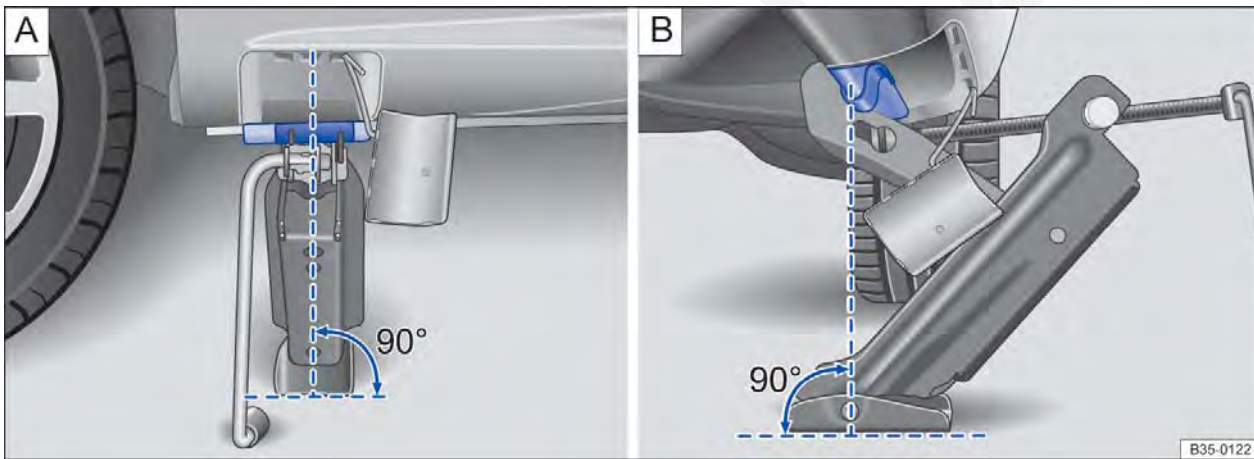

Fig. 237 Macaco posicionado no lado esquerdo traseiro do veículo.
- Garantir que a base do macaco, com toda sua superfície, esteja sobre o chão e que a base se encontre perpendicularmente abaixo do ponto de colocação ⇒ Fig. 237.
- Alinhar o macaco e, simultaneamente, levantar a garra do macaco até ela se encaixar na travessa abaixo do veículo ⇒ Fig. 237.
- Posicionar o macaco somente nos pontos indicados. A garra do macaco deve se encaixar no perfil da longarina de forma segura ⇒ Fig. 237.